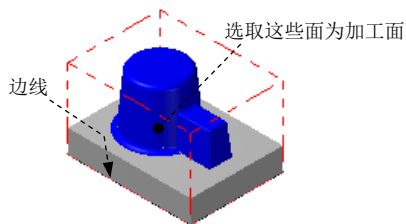

图 10.8.2 选择加工面
(1) 在图形区中选择图 10.8.2 所示的曲面，然后单击 **Enter** 键，系统弹出“刀具路径的曲面选取”对话框。
(2) 单击“刀具路径的曲面选取”对话框 **Containment boundary** 区域的 按钮，系统弹出“串联选项”对话框，采用“串联方式”选取图 10.8.2 所示的边线，单击 按钮，系统重新弹出“刀具路径的曲面选取”对话框，单击 按钮，系统弹出“曲面残料粗加工”对话框。